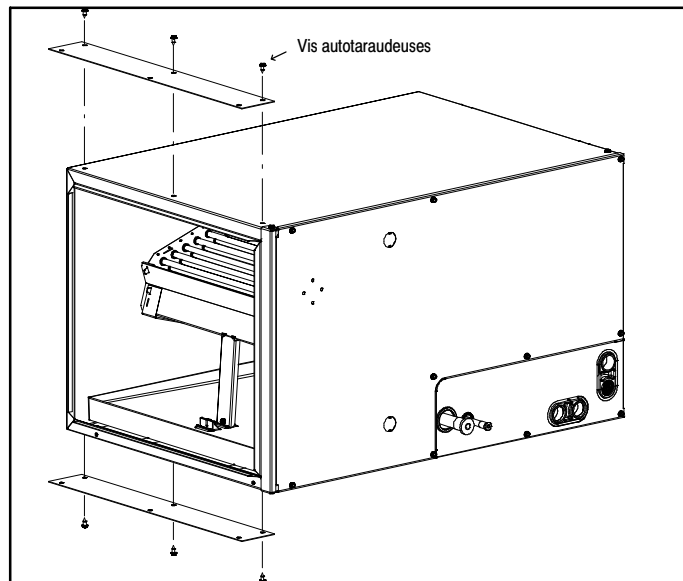

Figure 4 – Installation horizontale vers la droite
1. Utilisez des plaques de fixation fabriquées sur place pour fixer le serpentin à l'appareil de chauffage. (Consultez la **Figure 4.**)